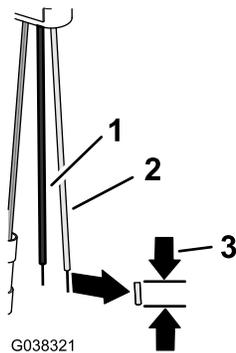

**Figure 37**
- Coupez les connecteurs à épissure bout à bout du fil rose et des fils noirs de l'adaptateur à 4 broches (Figure 37).